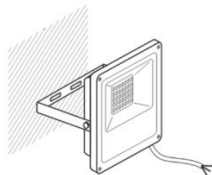

Рисунок 2 – Монтаж светильника.
- 5.3. Установите прожектор на поверхности при помощи скобы с крепежными отверстиями (Рисунок 2). Отрегулируйте угол наклона прожектора винтами осевого крепления на корпусе.